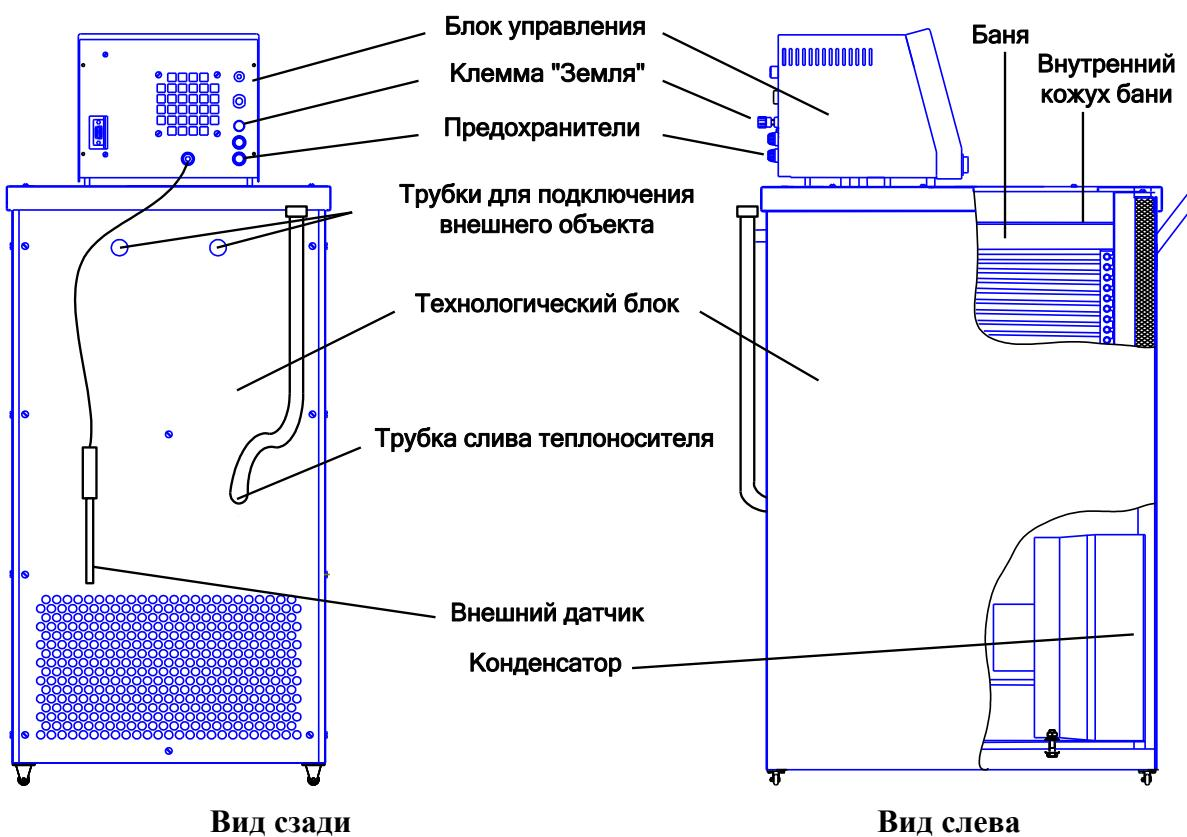

Рисунок 1
- 4.2.2 Конструктивно термокриостат (Рисунок 1,3) включает в себя блок управления и технологический блок, в состав которого входит теплоизолированная баня.
- Клемма «Земля» на задней панели термокриостата (см. рисунок 1) должна быть подключена к внешней заземляющей шине, не связанной с силовым оборудованием;
- 8.1 Подготовка к работе (см. рисунок 1,3).
- 9.2 Подготовка к работе (см. рисунок 1,3).